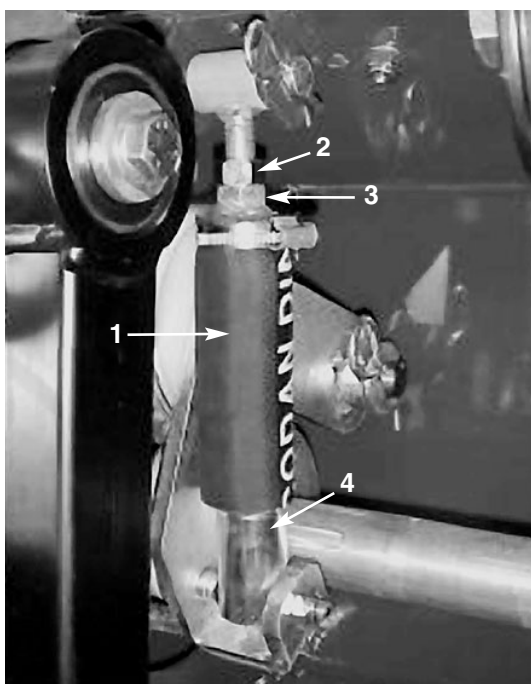

Figure 30
- A. Desserrez l'écrou de blocage qui fixe le tube de renvoi au bras tendeur (Fig. 30).